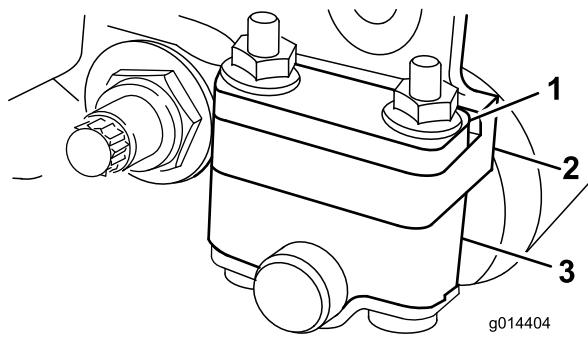
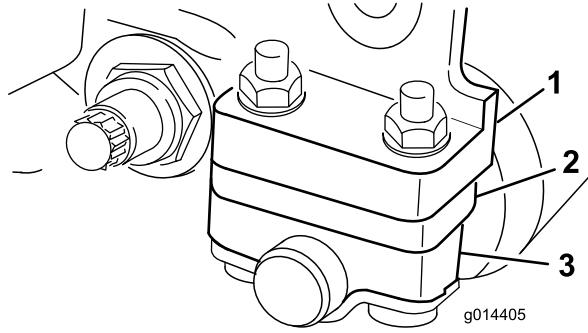

Рисунок 6
Рисунок 7
1. Отрегулируйте высоту положения кронштейнов заднего валика (Рисунок 6 или Рисунок 7) в соответствии с желаемым диапазоном высоты скашивания.
Для диапазона регулирования высоты скашивания от 1,6 до 6 мм смонтируйте прокладку поверх бокового монтажного фланца (заводская настройка) (Рисунок 6).
Для диапазона регулирования высоты скашивания от 3 до 25 мм установите прокладку снизу бокового монтажного фланца(Рисунок 7).